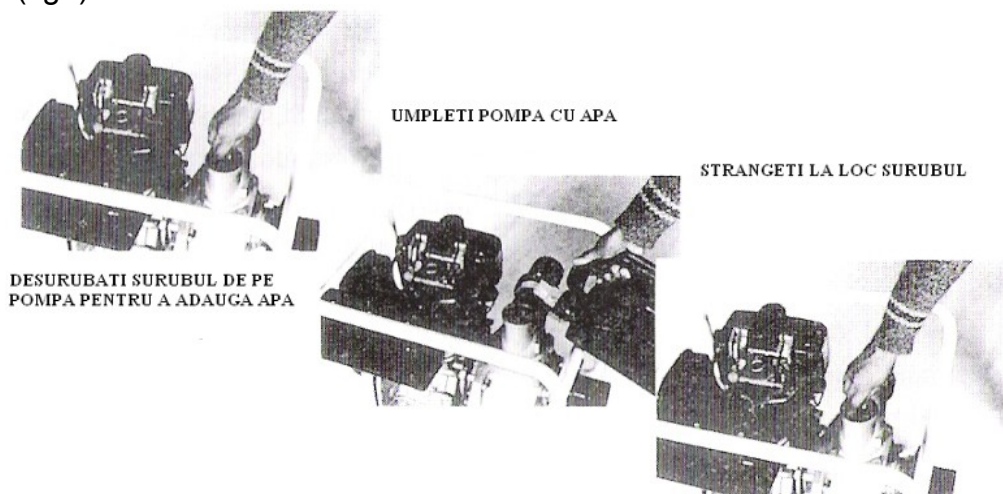

Fig 1
- adaugati apa – cand porniti pompa pentru prima oara trebuie sa adaugati apa in pompa(fig1)